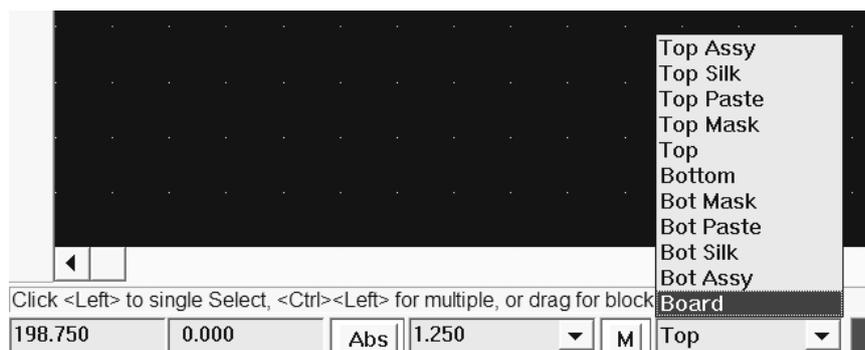

Рис.1.7.Изменение рабочего слоя
5. Задавать границы печатной платы необходимо в слое Board, вычерчивая их при помощи команды Place/line (рис.1.7).